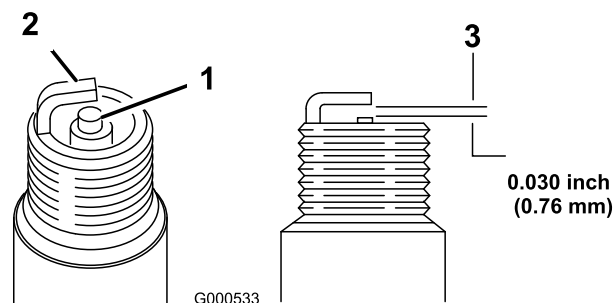

Figura 21
5. Defina a folga na vela para 0,76 mm; consulte Figura 21.